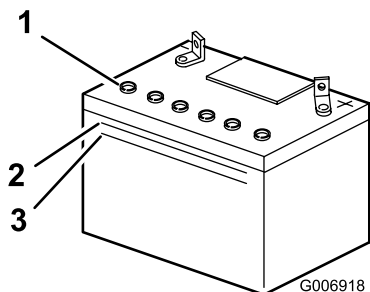

Figura 25
2. Mire hacia el lateral de la batería. El electrolito debe llegar a la línea superior (Figura 25).
Nota: No permita que el electrolito esté por debajo de la línea inferior (Figura 25).
3. Retire los tapones de ventilación de la batería (Figura 25).
4. Vierta lentamente agua destilada en cada célula de la batería hasta que el nivel de electrolito llegue a la línea superior (Figura 25) de la caja de la batería.
5. Espere de cinco a diez minutos después de llenar las células de la batería. Añada agua destilada, si es necesario, hasta que el nivel de electrolito llegue a la línea superior (Figura 25) de la caja de la batería.